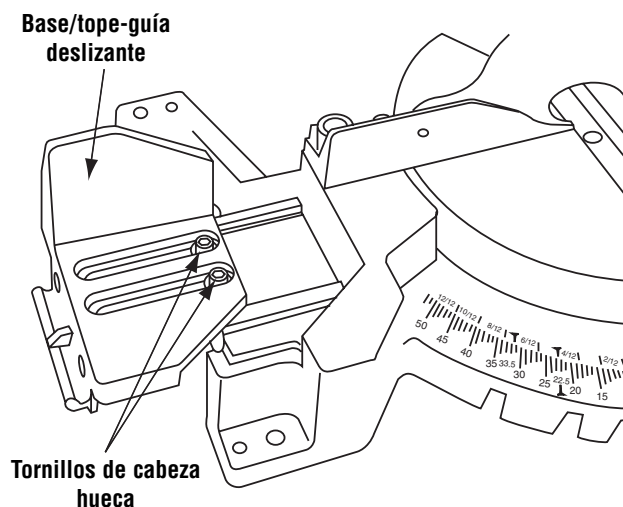

Figura 26. Base/tope-guía deslizante
2. Afloje los dos (2) tornillos de cabeza hueca que están en el canal de la base deslizante (Figura 26).